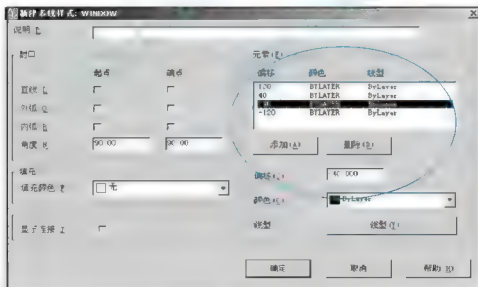

图 2.79 修改多线元素
(2) 在【偏移】文本框内输入“120”后单击【添加】按钮。然后用相同方法依次设定 40、-40、-120。如果有 0.5 或 -0.5 值，选中后单击【删除】按钮将其删除，结果如图 2.79 所示。